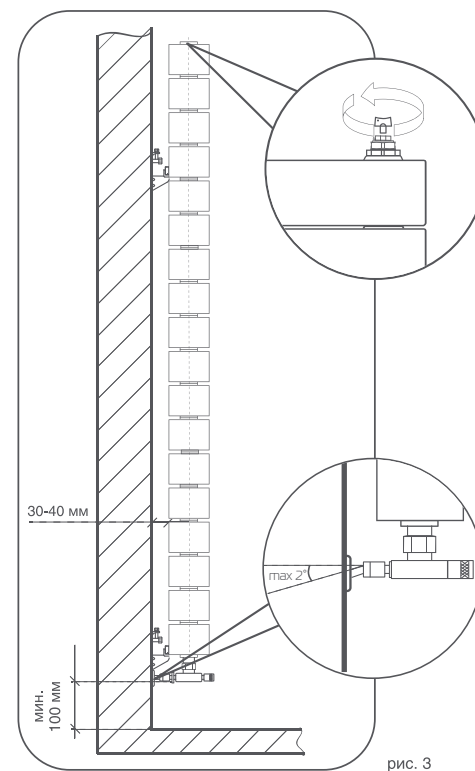

рис. 3
**!** Во избежание аварии допустимо отклонение оси коллектора радиатора от подводящих труб не более 2° (рис. 3).